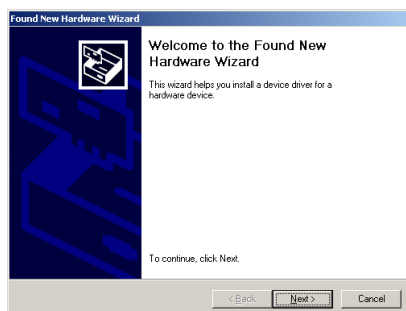

Figure 1
2. Windows найдет драйвер автоматически и предложит установить устройство (Figure 1)